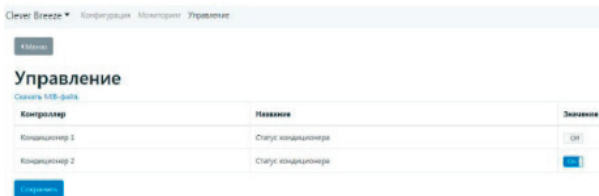

Рисунок 33 – Управление устройствами
7.1.7 На вкладке «Управление» пользователю доступны параметры, которые можно изменить в процессе работы системы. Для передачи параметров в контроллеры необходимо нажать кнопку «Сохранить» (рисунок 33). Также на этой вкладке можно скачать MIB-файл для использования протокола SNMP для передачи данных в стороннюю систему мониторинга.